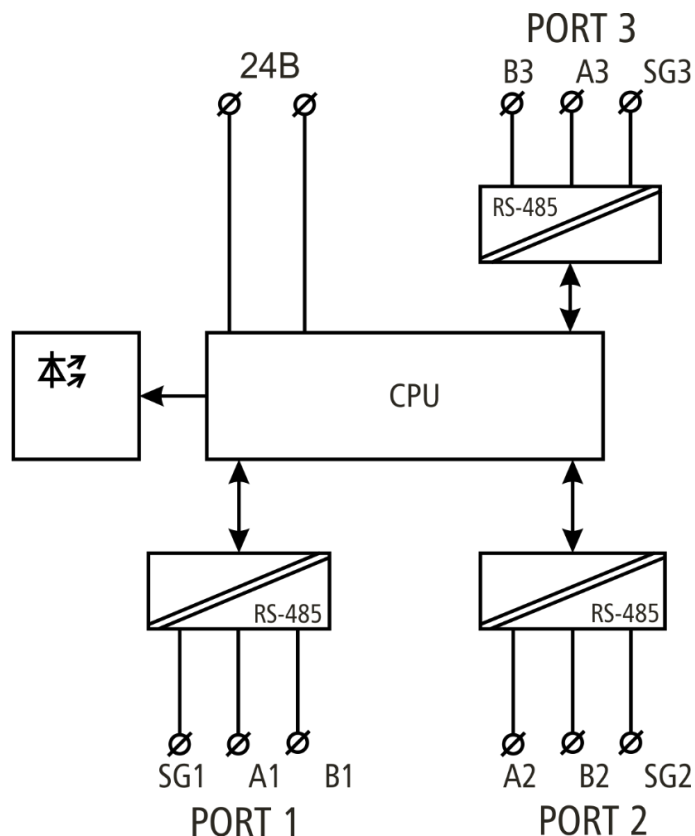

Рисунок 1.3 - Структурная схема
Структурная схема модуля PL308 приведена на рисунке ниже (Рисунок 1.3). Модуль содержит 3 гальванически изолированных порта RS-485. Питание модуля осуществляется от источника питания с номинальным напряжением 24В (DC).